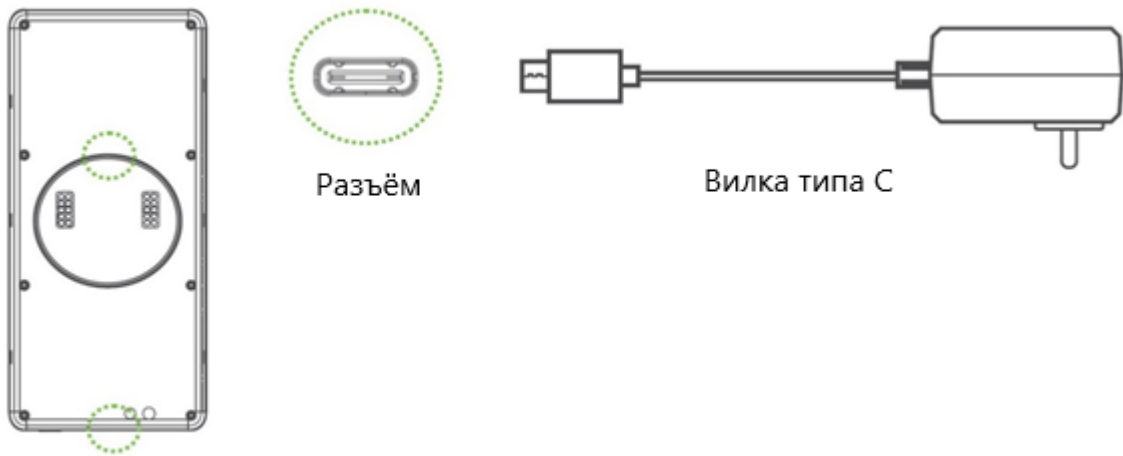

Рисунок 4.1
- Используйте прилагаемую вилку питания типа С (рис. 4.1).